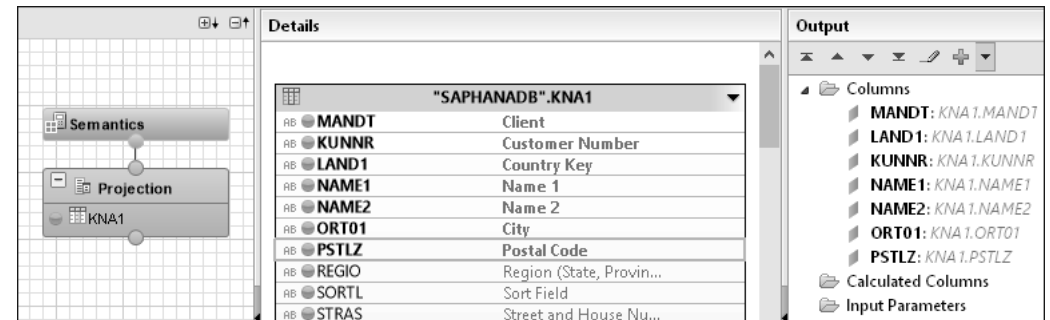

Abbildung 3.30 Ausgewählte Attribute
- Die ausgewählten Attribute werden nun neben den Details im Bereich **Output** angezeigt (siehe Abbildung 3.30).